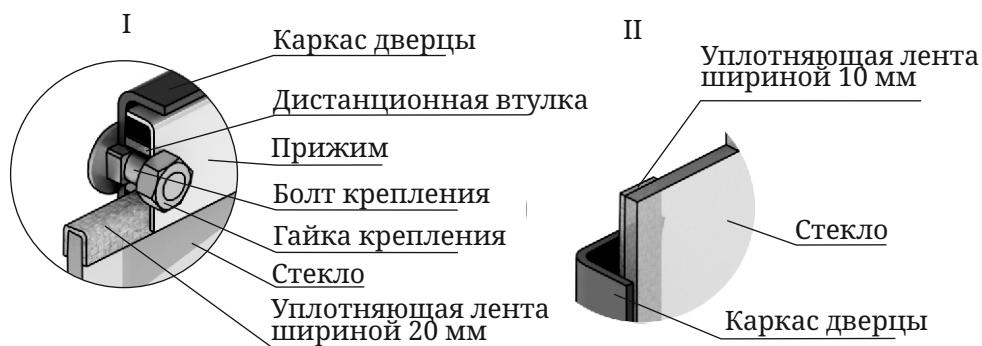

Рисунок 7. Крепление светорозрачного экрана дверцы модификации «Люмина»
(рисунок 7.I), лента шириной 10 мм наклеивается вертикально, вдоль боковых сторон стекла
(рисунок 7.II).
4. Вставьте стекло в упор, при этом лента наклеенная с боковых сторон (вертикальная) должна быть зажата между стеклом и каркасом дверцы (рисунок 7.II).
*Внимание! Гайки крепящие прижим накручиваются на болты крепления через дистанционные втулки (рисунок 7.I).*